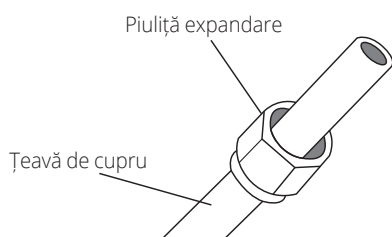

Fig. 11.3
3. Atașați piulițe la ambele capete ale conductei. Asigurați-vă că sunt îndreptate în direcția corectă, deoarece nu le puteți instala și nu le puteți schimba direcția după expandare. Vedeți Fig. 11.3